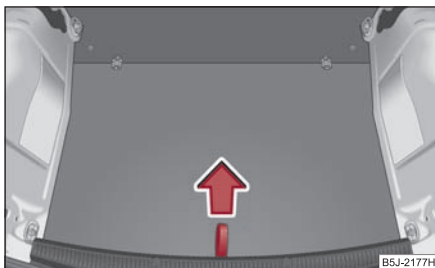
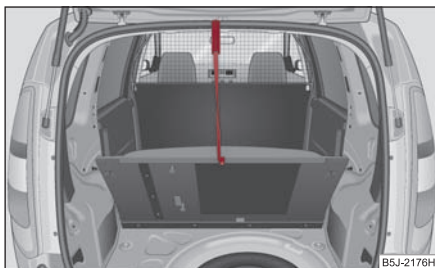

Fig. 219 Curelușă pentru ridicarea mochetei portbagajului
Fig. 220 Fixarea mochetei cu un cârlig din plastic
- Ridicați mocheta de curelușă ⇒ fig. 219 și fixați-o cu cârligul de plastic (acesta se găsește sub marginea mochetei) de marginea superioară a hayonului ⇒ fig. 220. ■